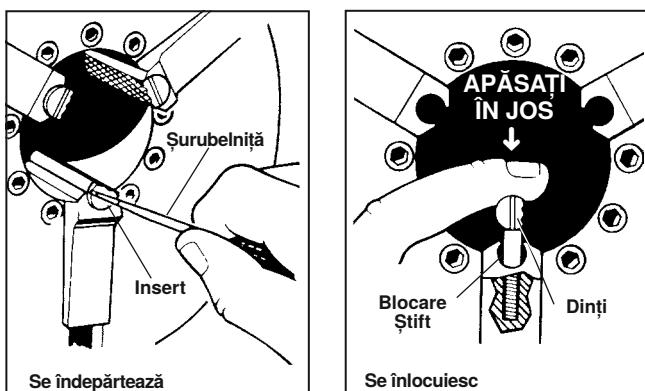

Figura 31 – Înlocuirea inserturilor bacurilor
1. Puneți șurubelnita în fanta de inserție și o rotiți 90 grade în oricare direcție. Scoateți insertul (Figura 31).
2. Așezați insertul lateral pe șiftele de blocare și îl apăsați în jos cât mai mult posibil (Figura 31).